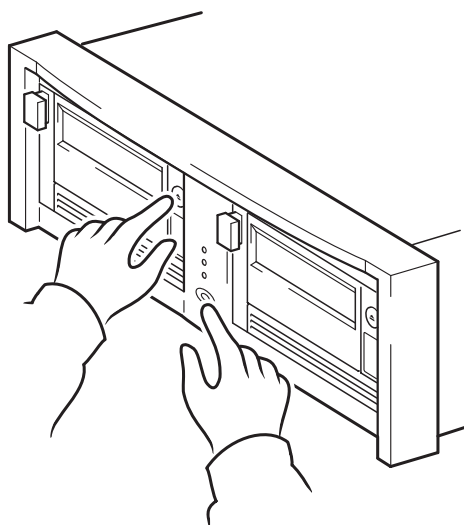

図 10b: HP OBDR の使用方法、ステップ 2
- 2 イジェクト・ボタンを押し、テープ・ドライブの イジェクト・ボタンを押さえたままで テープ・アレイおよびサーバに電源を入れます（図 10b を参照）。これで、HP OBDR プロセスがアクティブになります。OBDR シーケンスでフロント・パネルにある実行可能 LED が点滅したらすぐにボタンを離します。これは、点滅と点灯を繰り返すパターンです。